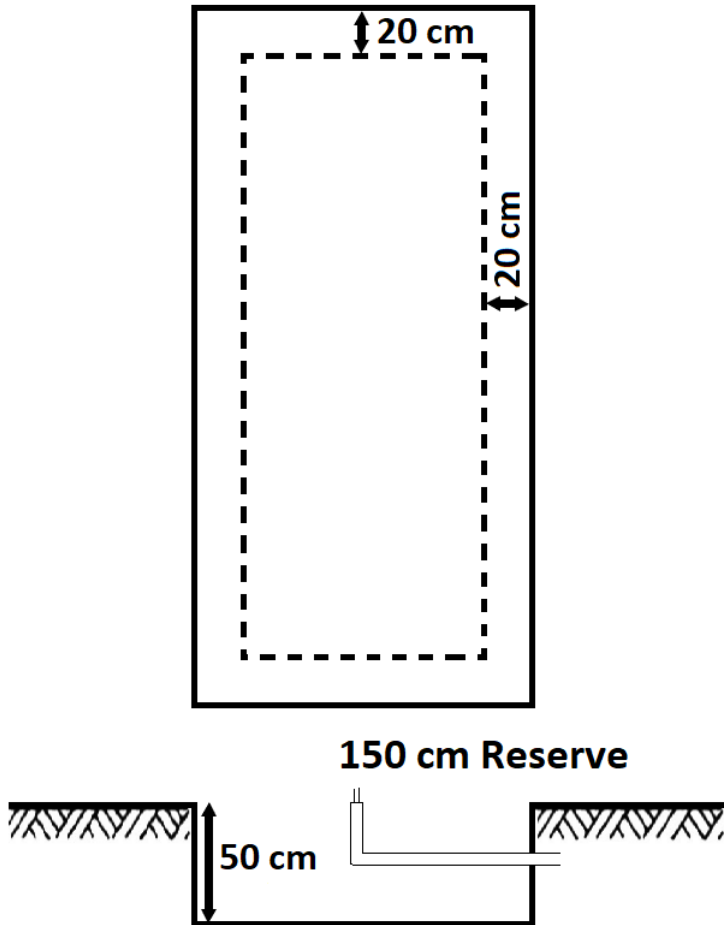

Abbildung 3.2 Erdaushub für den Schrank.
1. Einen rechteckigen Erdaushub mit einer Tiefe von 50 cm vorbereiten. Die Seitenlängen sollen jeweils 40 cm größer sein als die Breite und Tiefe des Schanks (20 cm Spielraum an jeder Seite des Schanks, siehe Abbildung 3.2)